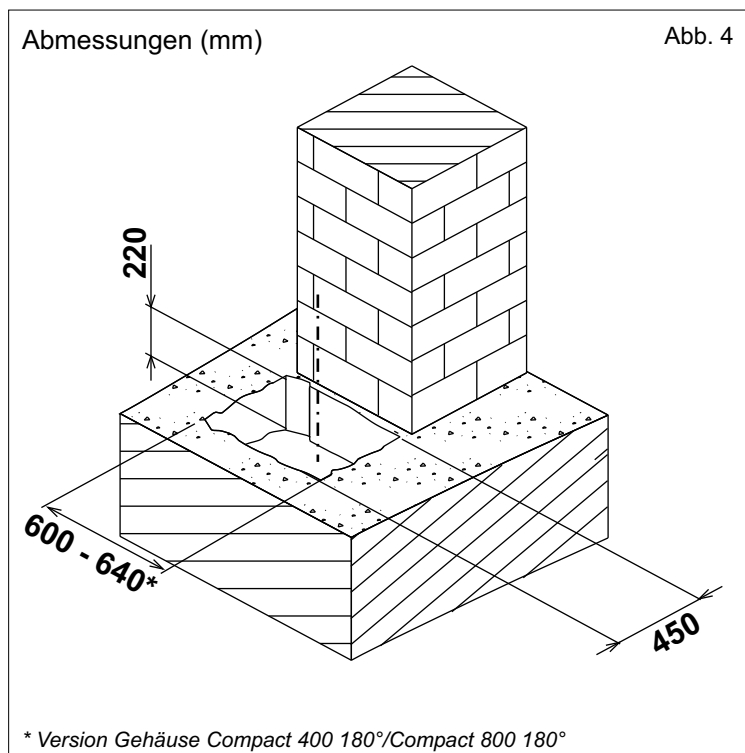

Abb. 4
2.1. Die Grube, in die das Gehäuse eingesetzt wird, muss mit den in Abb. 4 angegebenen Masse ausgerichtet werden.